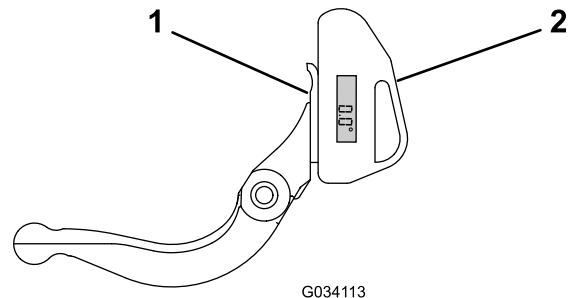

Figure 66
- Placez l'indicateur d'angle sur la face inférieure de la contre-lame, comme illustré à la Figure 66.